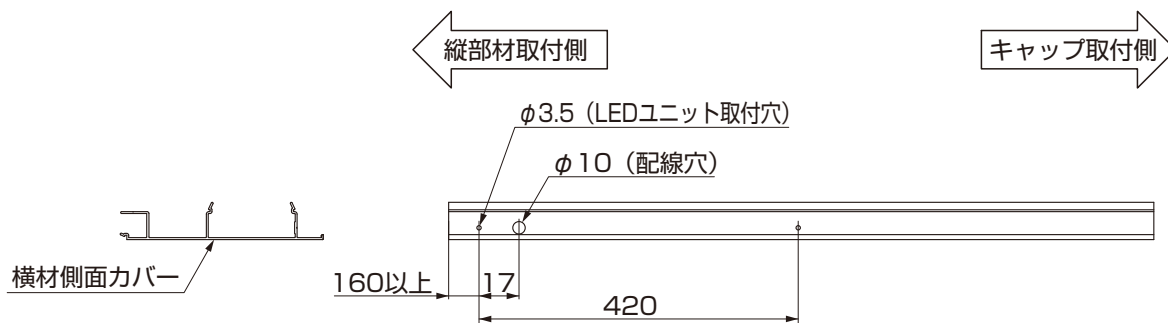
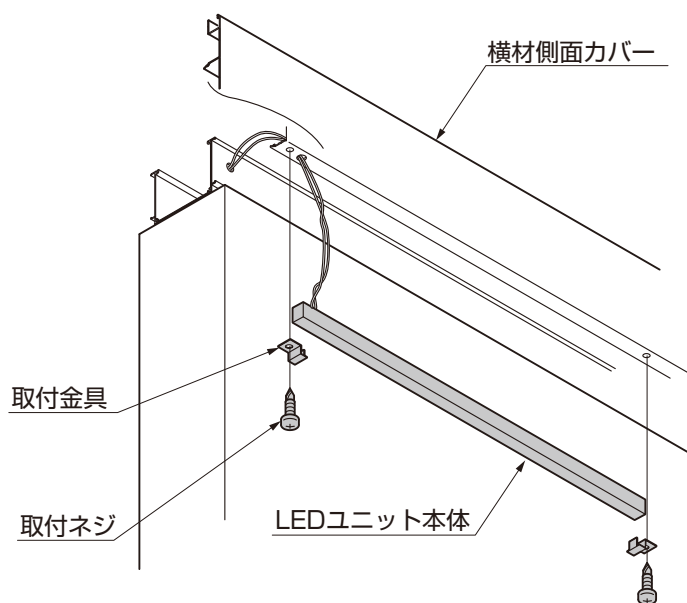

図5-1
図5-4
- ①側面カバーのLEDユニットを取付ける位置に下穴φ3.5、配線を通す穴φ10を横材側面カバー、横材ベースにあけてください。(図5-1参照)
- ②LEDユニット配線をまわしてください。
- ③LEDユニット本体と取付金具をネジで固定してください。(図5-4参照)